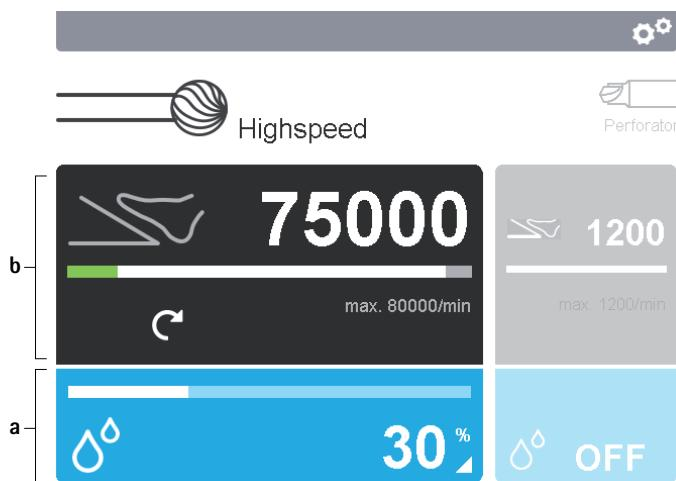

Fig. 5 Aktivera manöverfält
- Ändra inställningsparametrarna för användningsdelen: Aktivera manöverfältet för användningsdelen b i displayen 2, se Fig. 5.